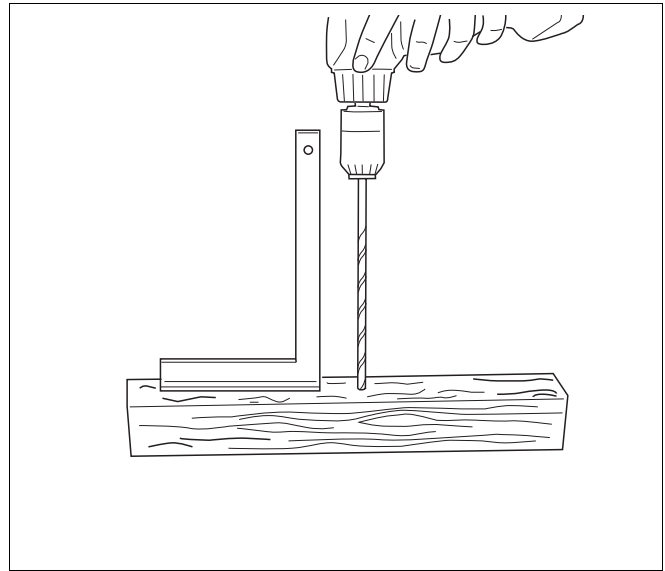

Abb. 3 Bohrschablone herstellen
- Nehmen Sie sich ein ca. 0,50 – 1,00 m langes Kantholz. Bohren Sie ein Durchgangsloch (Ø 6 mm) senkrecht in das Kantholz (Abb. 3).